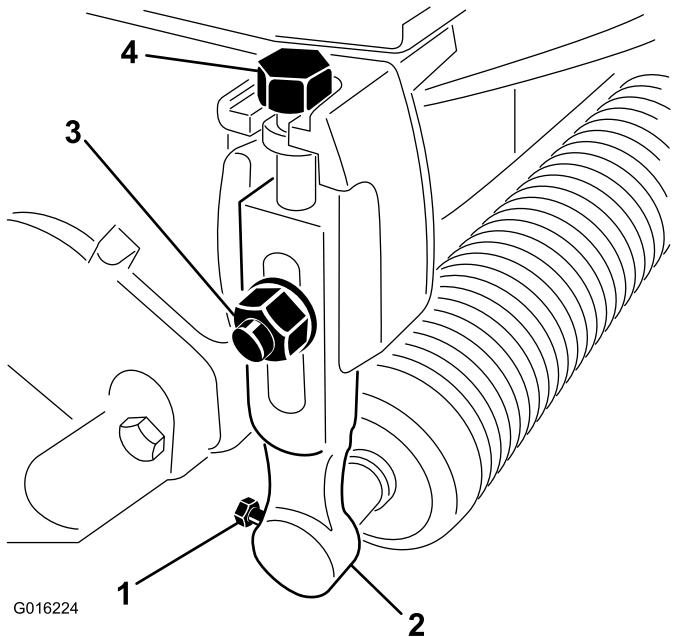

図 1
2. 前ローラの左右端部を刈高アームに固定しているねじをゆるめる 図 1。
3. 各刈高アームをCuttingユニットの左右端部に固定しているプラウボルト、ワッシャ、ロックナットを外す 図 1。刈高アームとローラアセンブリを取り外す。
4. 刈高アームから刈高調整ねじを外す 図 1。